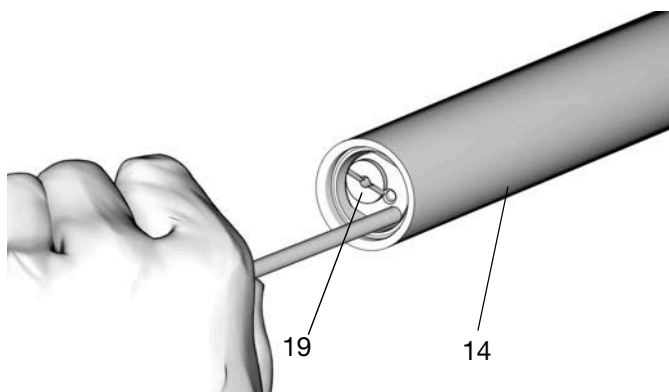

ABB. 26
24. Mit einer glatten, langen Messing- oder Aluminiumstange ohne scharfe Kanten und Grate die Rückschlagventilbaugruppe (19) aus dem Auslassrohr (14) herausdrücken (ABB. 26).